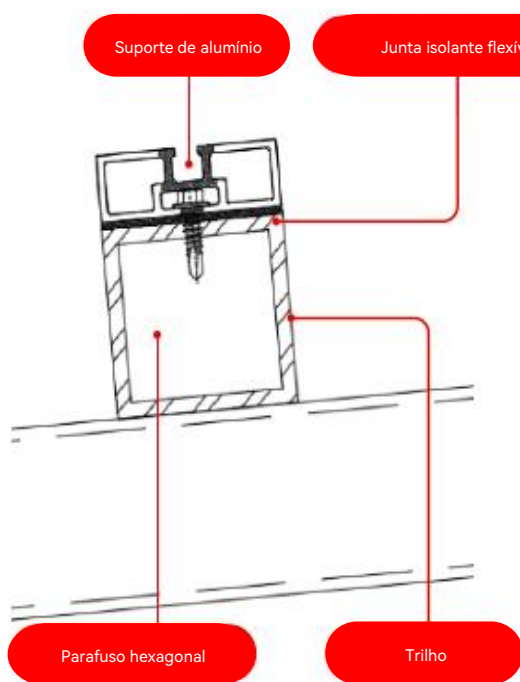

Figura 3
- 19 Método de instalação 1: quando os trilhos forem de tubo quadrado, use parafusos hexagonais (ST4.8) para fixar o suporte de alumínio nos trilhos e use uma junta isolante para isolar o suporte dos trilhos (Figura 3).